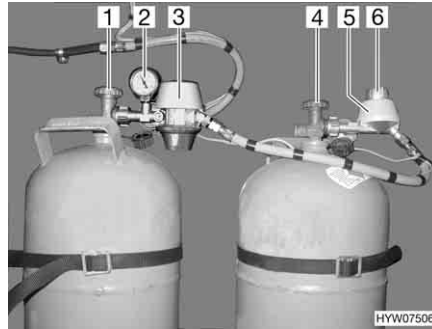
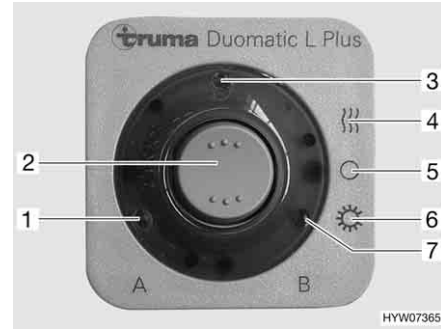

Fig. 60 Impianto di commutazione Duomatic
Fig. 61 Centralina di controllo
L'impianto di commutazione Duomatic è costituito da un regolatore centrale (Fig. 60,3) e da un regolatore di commutazione (Fig. 60,5). Con la manopola (Fig. 60,6) sul regolatore di commutazione è possibile stabilire, quale delle bombole del gas viene utilizzata come bombola in uso e quale bombola del gas viene utilizzata come bombola di riserva.
Il manometro (Fig. 60,2) sul regolatore centrale indica la pressione nella bombola del gas, non il livello della bombola del gas. Con il manometro è possibile verificare la tenuta della bombola del gas.
Sulla centralina di controllo (Fig. 61) possono venire azionate solo le funzioni elettriche. Le valvole principali di arresto delle bombole del gas (Fig. 60,1 e 4) devono essere aperti manualmente.
- Aprire le valvole principali di arresto delle bombole del gas (Fig. 60,1 e 4).
- Con la manopola (Fig. 60,6) sul regolatore di commutazione (Fig. 60,5) selezionare la bombola del gas, da cui proviene la principale alimentazione del gas (bombola in uso).
Quando la manopola si trova sul settore rosso l'alimentazione del gas proviene principalmente dalla bombola del gas con il regolatore centrale (Fig. 60,3).
Quando la manopola si trova sul settore verde l'alimentazione del gas proviene principalmente dalla bombola del gas con il regolatore di commutazione (Fig. 60,5).
- Sulla centralina di controllo (Fig. 61) attivare l'impianto di commutazione Duomatic.
Posizionare l'interruttore a bilico (Fig. 61,2) su funzionamento invernale "On e riscaldamento" (Fig. 61,4) oppure su funzionamento estivo "On" (Fig. 61,6). Ora entrambi i regolatori di pressione del gas sono disaerati. L'indicazione di funzionamento (Fig. 61,3) si accende.
- Portare l'interruttore a bilico (Fig. 61,2) in posizione "O" (Fig. 61,5). L'indicazione di funzionamento (Fig. 61,3) si spegne.
- Chiudere le valvole principali di arresto delle bombole del gas (Fig. 60,1 e 4).
Le spie di controllo sulla centralina di controllo (Fig. 61) segnalano all'interno del veicolo, se le bombole del gas sono pronte al funzionamento.
- Spia di controllo "A" (Fig. 61,1): Bombola del gas sul regolatore centrale
- Spia di controllo "B" (Fig. 61,7): Bombola del gas sul regolatore di commutazione